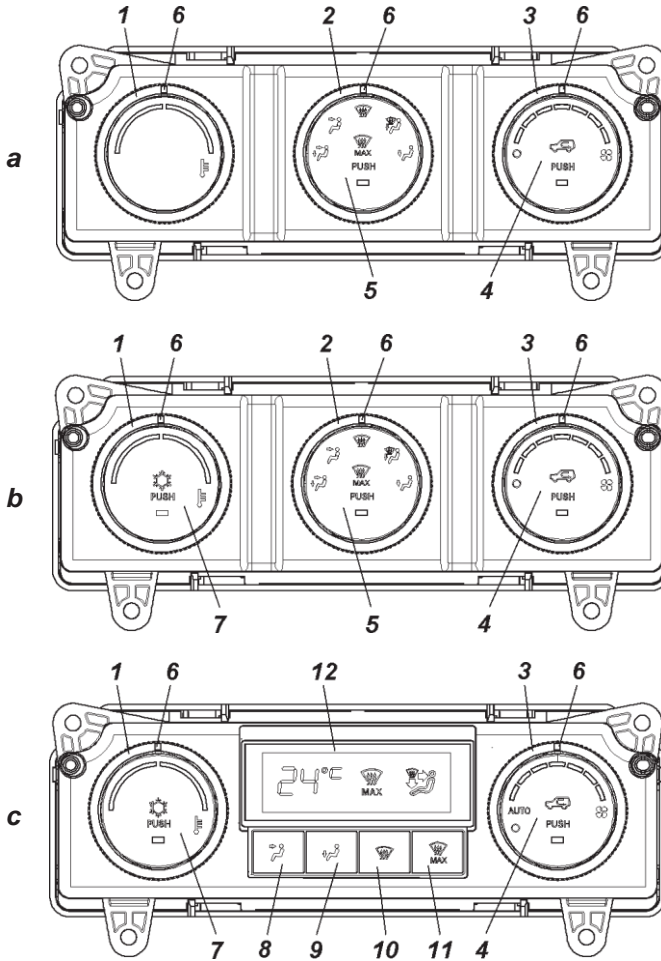

Fig. 3.21. Mando del calefactor:
## Panel de control (fig. 3.21)
(fig. 3.21 a, b).
Posición “Auto” (fig. 3.21 c): para alcanzar la temperatura deseada el sistema se controlará automáticamente.
**4 — interruptor de botón del modo “de suministro de aire de recirculación”** (fig. 3.21) con indicador de luz.
**6 — marcador del interruptor rotatorio.****7 — interruptor rotatorio del modo de acondicionamiento** (fig. 3.21 b, c) con indicador de luz.
La ventilación afluente de la cabina se realiza por los mismos canales en la posición extrema izquierda de la palanca 1 (fig. 3.21). La ventilación por aspiración se realiza por las perforaciones en el revestimiento trasero del techo y en el panel interior del vano de la puerta trasera, a través de la rejilla con válvulas y por los cristales bajados de las puertas.
### Modos de funcionamiento del mando (fig. 3.21)
Al girar la manija del ventilador 3 (fig. 3.21) dentro del intervalo de divisiones 1 y 8, el sistema pasa al ajuste manual y la velocidad del ventilador se incrementa en una división hacia arriba y abajo dentro de las divisiones.
En este modo el mando pasa la compuerta de distribución del aire a la posición “Hacia el cristal”, la compuerta de mezclado a la posición correspondiente a la octava posición del interruptor 1 (fig. 3.21). La rotación del ventilador se realiza a la velocidad correspondiente a la octava posición del interruptor 3. En este modo de funcionamiento el mando no reacciona al cambio de posición de los interruptores rotativos.
**Modo “AUTO”** se activa con el interruptor 3 (fig. 3.21 c) en la posición “AUTO”.
En este modo el mando controla la compuerta de mezclado de tal manera que la temperatura establecida por el interruptor rotativo 1 (fig. 3.21) se mantiene automáticamente. Además, puede ser establecida manualmente (con los botones de los modos 8, 9, y 10) indicando la distribución necesaria de los flujos de aire.
El acondicionador de aire se activa presionando el botón 7 (fig. 3.21 b, c).
**¡ATENCIÓN!** *Si el acondicionador funciona durante mucho tiempo en ralentí, así como en condiciones difíciles con cargas sobre el motor aproximadas a la máxima, para evitar el recalentamiento del motor, el compresor del acondicionador puede desconectarse frecuentemente, lo que reduce la eficacia de enfriamiento de la cabina. Para aumentar la eficacia del funcionamiento del acondicionador en estas condiciones de funcionamiento se recomienda aumentar la velocidad de rotación del ventilador del equipo climatizador girando el interruptor 3 (fig. 3.21) y establecer la temperatura mínima del aire girando el interruptor 1, activando adicionalmente el modo “recirculación de aire” por el espacio de 5–10 minutos.*